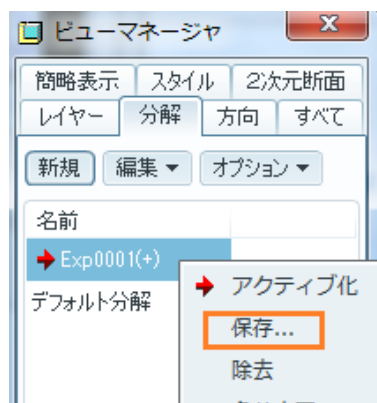
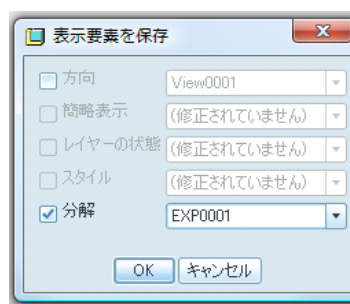

図 9-20 分解ファイルの保存
図 9-21 表示要素の保存
- 「フィーチャー終了」をクリックし、ビューマネージャの Exp0001 (+) 上でマウス右ボタンをクリックし「保存」を選択する (図 9-20) と「表示要素を保存」のダイアログボックスが表示される (図 9-21) のでOKをクリック